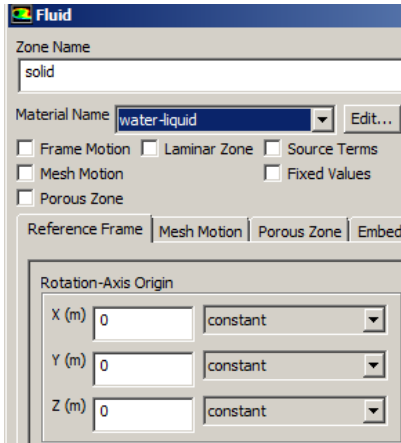

Рис. 34 – Настройка рабочего тела расчетной зоны
**Шаг 5.** Необходимо указать новое рабочее тело для расчетной модели. Для этого нужно перейти на вкладку *Cell Zone Conditions* и нажать кнопку *Edit*. В появившемся окне в поле *Material Name* из выпадающего списка выбирается рабочее тело вода *water-liquid* (рис. 34).